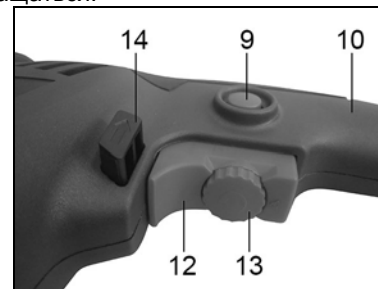

Рис. 5.
8.3. Изменение направления вращения сверлильного патрона (Рис. 5).
8.1. Включение (Рис. 5).
8.2. Регулировка частоты вращения сверлильного патрона (Рис. 5) только для ДУЭ-750ЭР/13М (Арт. 50081).